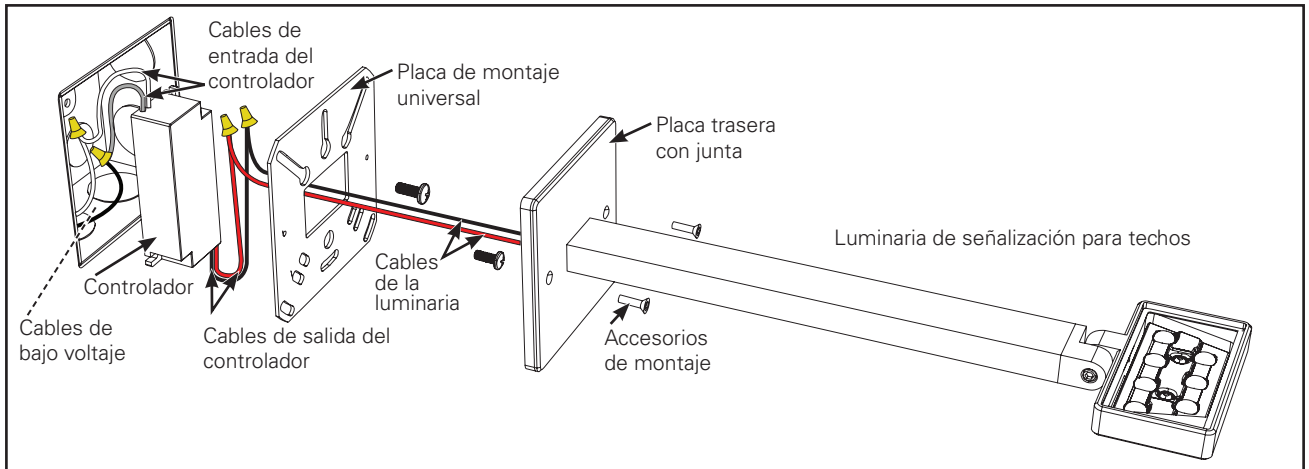

Figura 1.
1. Desembale la luminaria de señalización EON para techos y asegúrese de que se encuentren todas las piezas incluidas (luminaria 303-S1, placa de montaje universal, tornillos de cabeza plana de 2 x 8-32 Y controlador Clase 2. Los conectores herméticos para cables, la llave allen de 5/64" y 9/64" y los accesorios de montaje de la caja de derivación son necesarios, pero no vienen incluidos. (Figura 1.)